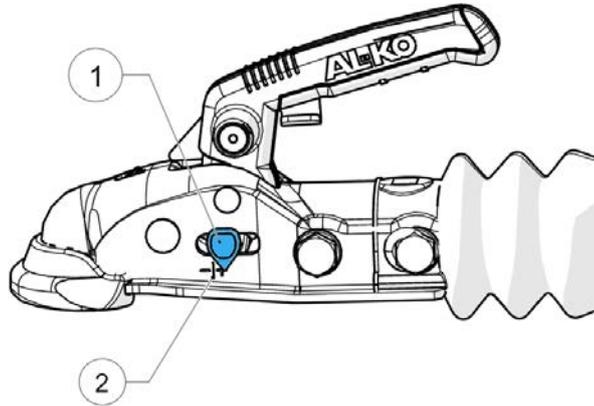

Figure 27 - Témoin d'usure de l'attelage de remorque
10. Vérifier que l'indicateur d'usure (1, Figure 27) est sur le côté positif du repère de limite (2, Figure 27).